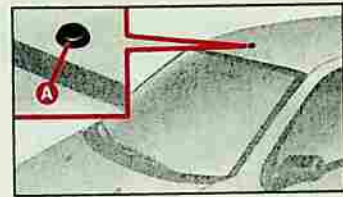

fig. 85
- 1) Oter le cache en plastique vissé sur l'insert **A**-fig. 85 situé sur le toit de la voiture.